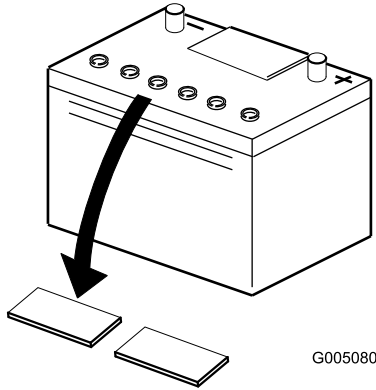

Figura 5
- Limpe a parte superior da bateria e retire as proteções das aberturas de ventilação (Figura 5).